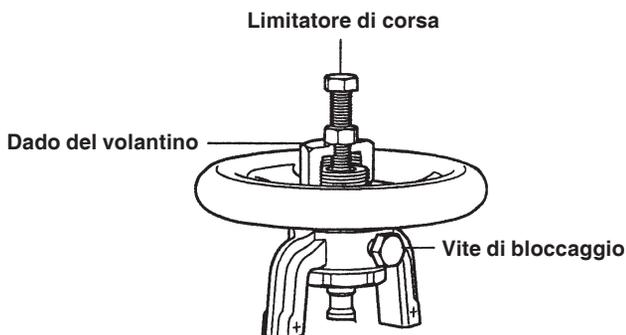

Fig. 5
- 5.4** Le valvole BSA6T e BSA64T sono equipaggiate con un otturatore a caratteristica modulante per assicurare la possibilità di regolare agevolmente la portata di passaggio. Il numero di giri del volantino permetterà di fissare la portata di erogazione. Una volta ottenuta la portata richiesta, serrare la vite di blocco e bloccare il limitatore di corsa (vedere la fig.5). Questa operazione minimizzerà gli effetti di eventuali vibrazioni. La variazione dei coefficienti di portata in funzione dell'apertura della valvola, numero delle rotazioni del volantino, è visibile sulla tabella di seguito riportata.